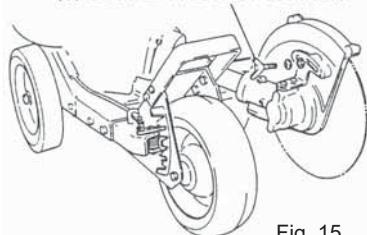

Fig. 15
- d. Die Schutzeinstellbolzen mit der Beilagscheibe von 8 und der gewölbten Scheibe montieren (Abbildung 15).
- a. Den Schutzeinstellbolzen mit der Beilagscheibe von 8 und der gewölbten Scheibe montieren (Abbildung 15).